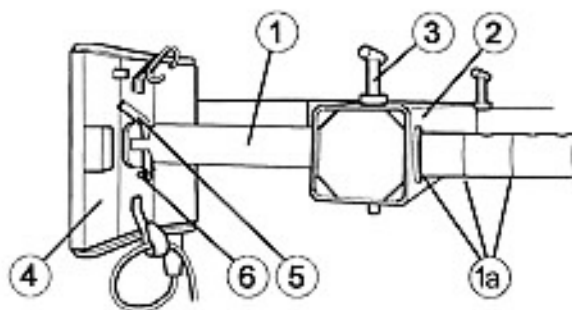

Bild 18 / Fig. 18
- ⇒ Insert the heating plate shaft (fig.18, pos.1) for the interior heating plate in the left arm (fig. 18, pos. 2) (opposite the pressure cylinder) and secure it with the locking pin (fig. 18, pos.3).
-  The heating plate shafts have red marks (fig. 18, pos.1 a). If one of these marks is on the edge of the arm, then the corresponding securing hole is in the right position for inserting the locking pin.
- ⇒ Fit the interior (smaller) heating plate (fig.18, pos.4) on the heating plate shaft and secure it with the locking pin (fig.18, pos.5).
- ⇒ Secure the locking pin with the safety pin (fig. 18, pos. 6).
- ⇒ Insérer le support plaque chauffante intérieure (fig.18, pos.1) dans l'élément gauche du bâti (fig.18, pos.2) (en face du vérin de pression) et le bloquer avec la broche de fixation (fig.18, pos.3).
-  Les supports plaque chauffante sont marqués d'entailles rouges (fig.18, pos.1a). Si l'une de ces entailles est placée directement sur le bord de l'élément du bâti, le trou de fixation correspondant est positionné de manière appropriée pour insérer la broche de fixation.
- ⇒ Mettre la plaque chauffante intérieure (plus petit modèle) (fig.18, pos.4) sur le support plaque chauffante et la bloquer à l'aide de la broche de fixation (fig.18, pos.5).
- ⇒ Immobiliser la broche de fixation à l'aide de la goupille de sécurité (fig.18, pos.6).
- ⇒ Heizplattenhalter (Bild 18, Pos. 1) für innere Heizplatte in linke Gerätehälfte (Bild 18, Pos. 2) (gegenüber vom Spannzylinder) einsetzen und mit Haltebolzen (Bild 18, Pos. 3) abstecken.
- ☞ Die Heizplattenhalter sind mit rot ausgelegten Einstichen versehen (Bild 18, Pos. 1a). Wenn sich einer dieser Einstiche am Rahmenrand befindet, ist die entsprechende Absteckbohrung in der richtigen Längsstellung zum Abstecken.
- ⇒ Innere (kleinere) Heizplatte (Bild 18, Pos. 4) auf Heizplattenhalter aufsetzen und mit Haltebolzen (Bild 18, Pos. 5) abstecken.
- ⇒ Haltebolzen mit Sicherungsfeder (Bild 18, Pos. 6) sichern.